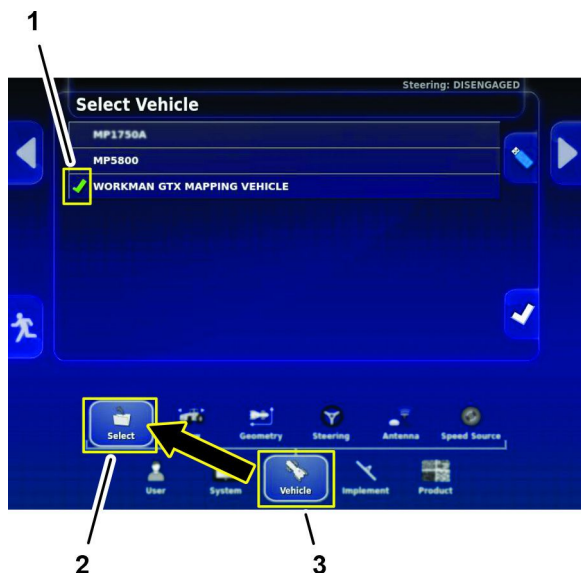

Figura 202
1. Nella schermata Configurazione, premete l'icona VEICOLO e l'icona SELEZIONA (Figura 202).